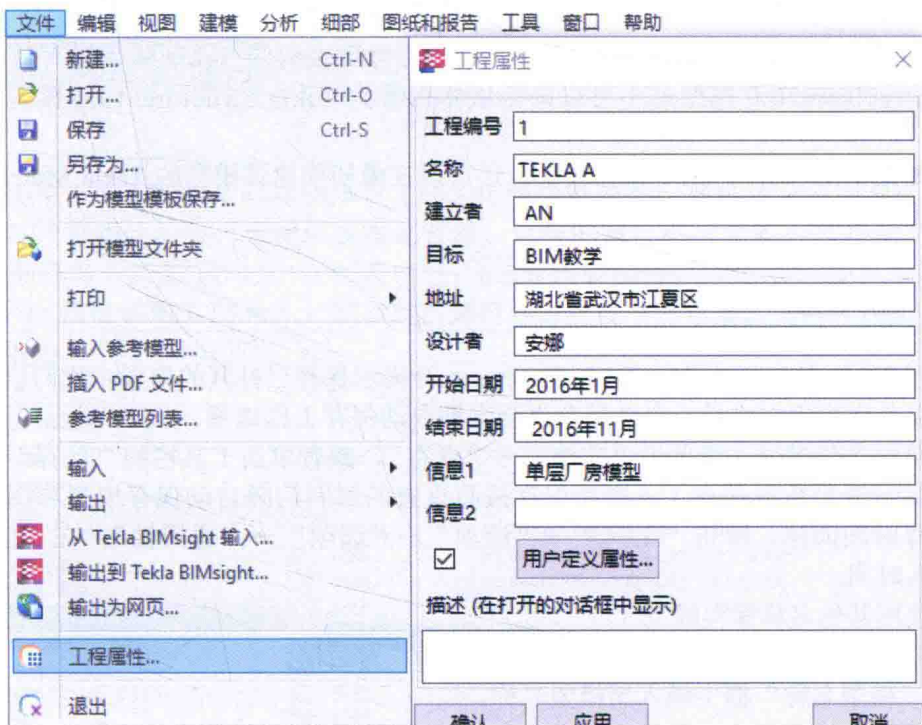

图 1-13 工程信息的输入
(3) 输入工程信息。单击“文件”→“工程属性”, 输入工程信息, 如图 1-13 所示。